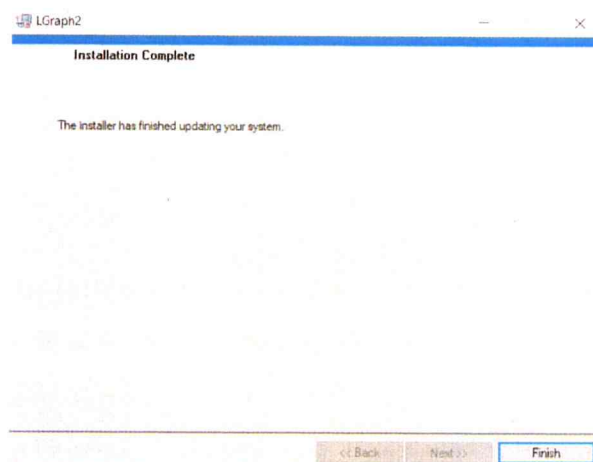

Рисунок 10
6) Далее установка программы произойдет автоматически. По ее завершении, на экране появится последнее окно «InstallationComplete». Нажмите кнопку Finish (рисунок 10).